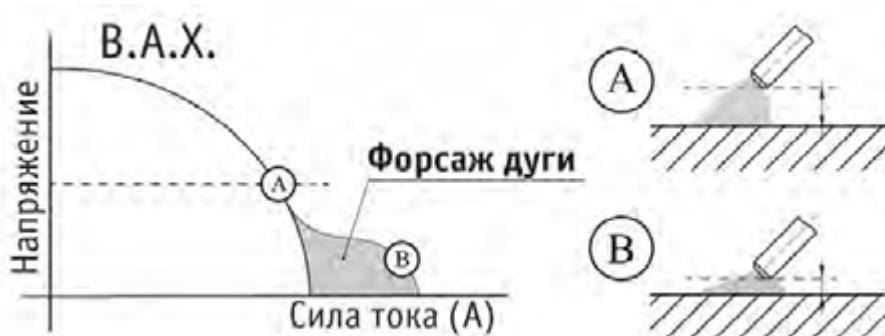

Рис. 6.4. Форсаж дуги.
Форсаж дуги: рекомендуется применять при сварке покрытыми электродами на малых токах. В процессе сварки происходит автоматическая регулировка силы сварочного тока, что уменьшает склонность к залипанию покрытого электрода к свариваемой детали (См. рис. 6.4).
- 7.** Установите необходимое значение форсажа дуги (См. рис. 6.4).